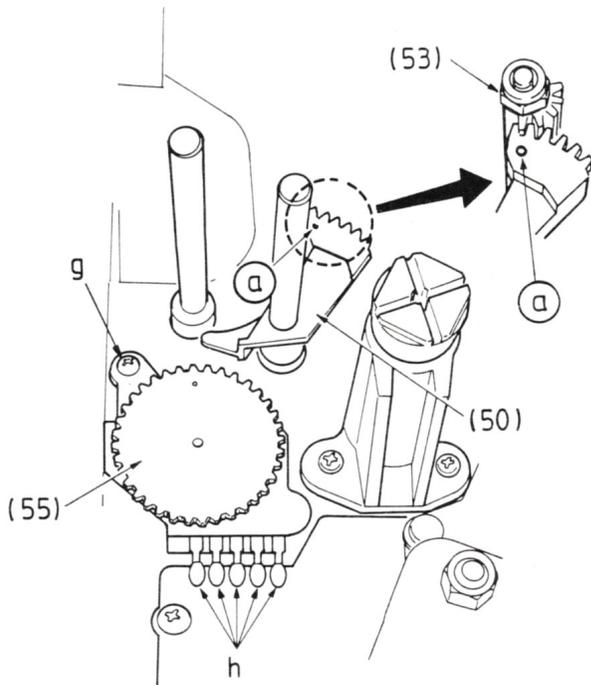
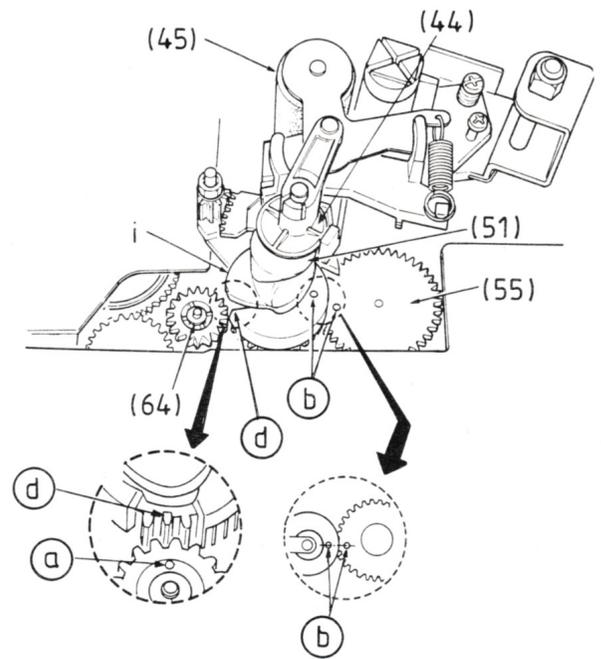

Fig. 53
Fig. 54
6.8 Sélecteur de mode (55), segment dentée P5 (50)
- Monter le sélecteur de mode (55), fixer la vis «g» et souder les contacts «h» (Fig.53)
- Monter le segment dentée P5 (50) comme l'indique la fig. 53. Le trou de repère a doit être en face de la première dent du segment denté du levier P5 (53).
6.9 Came hélicoïdale (51), galet-presseur (45)
- Insérer la came hélicoïdale (51) de façon à ce que l'angle «i» du levier P5 (53) soit placé dans l'échancrure de la came hélicoïdale (Fig.54).
- Faire coïncider l'ergot de repère d sur le pignon de la came hélicoïdale et le trou de repère a du pignon de réduction (64). Faire coïncider en même temps les trous de repère b du sélecteur de mode (55) et du pignon de la came hélicoïdale (51).
- Monter le galet-presseur (45) et la protection (44)